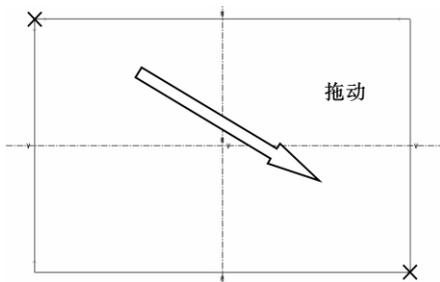

图 1-15 绘制矩形
(1) 单击草绘器工具栏图标 。
(2) 在水平中心线上方、铅垂中心线左侧区域单击，确定矩形左上角点。
(3) 向右下方拖动鼠标，单击，确定矩形右下角点，如图 1-15 所示。